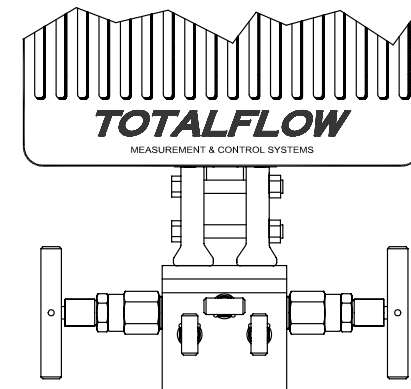

Abbildung 3 (Typischer Aufbau mit Verteilerbefestigung)
5. Befestigen Sie den Verteiler unten am  $\mu$ FLO. Da das  $\mu$ FLO wahlweise mit der Strömungsrichtung von links nach rechts und von rechts nach links bestellt werden kann, kontrollieren Sie die Flussrichtung anhand des Wandlerschildes, auf dem (+) und (-) vermerkt sind. Plus (+) steht für die höher liegende Seite (entgegen der Strömungsrichtung), sodass die Strömungsrichtung immer von (+) nach (-) verläuft. Bei direkt angebrachten Verteilern ist die Richtung sehr wichtig. (Eine typische Verteilerkonfiguration können Sie der Abbildung 3 entnehmen.)